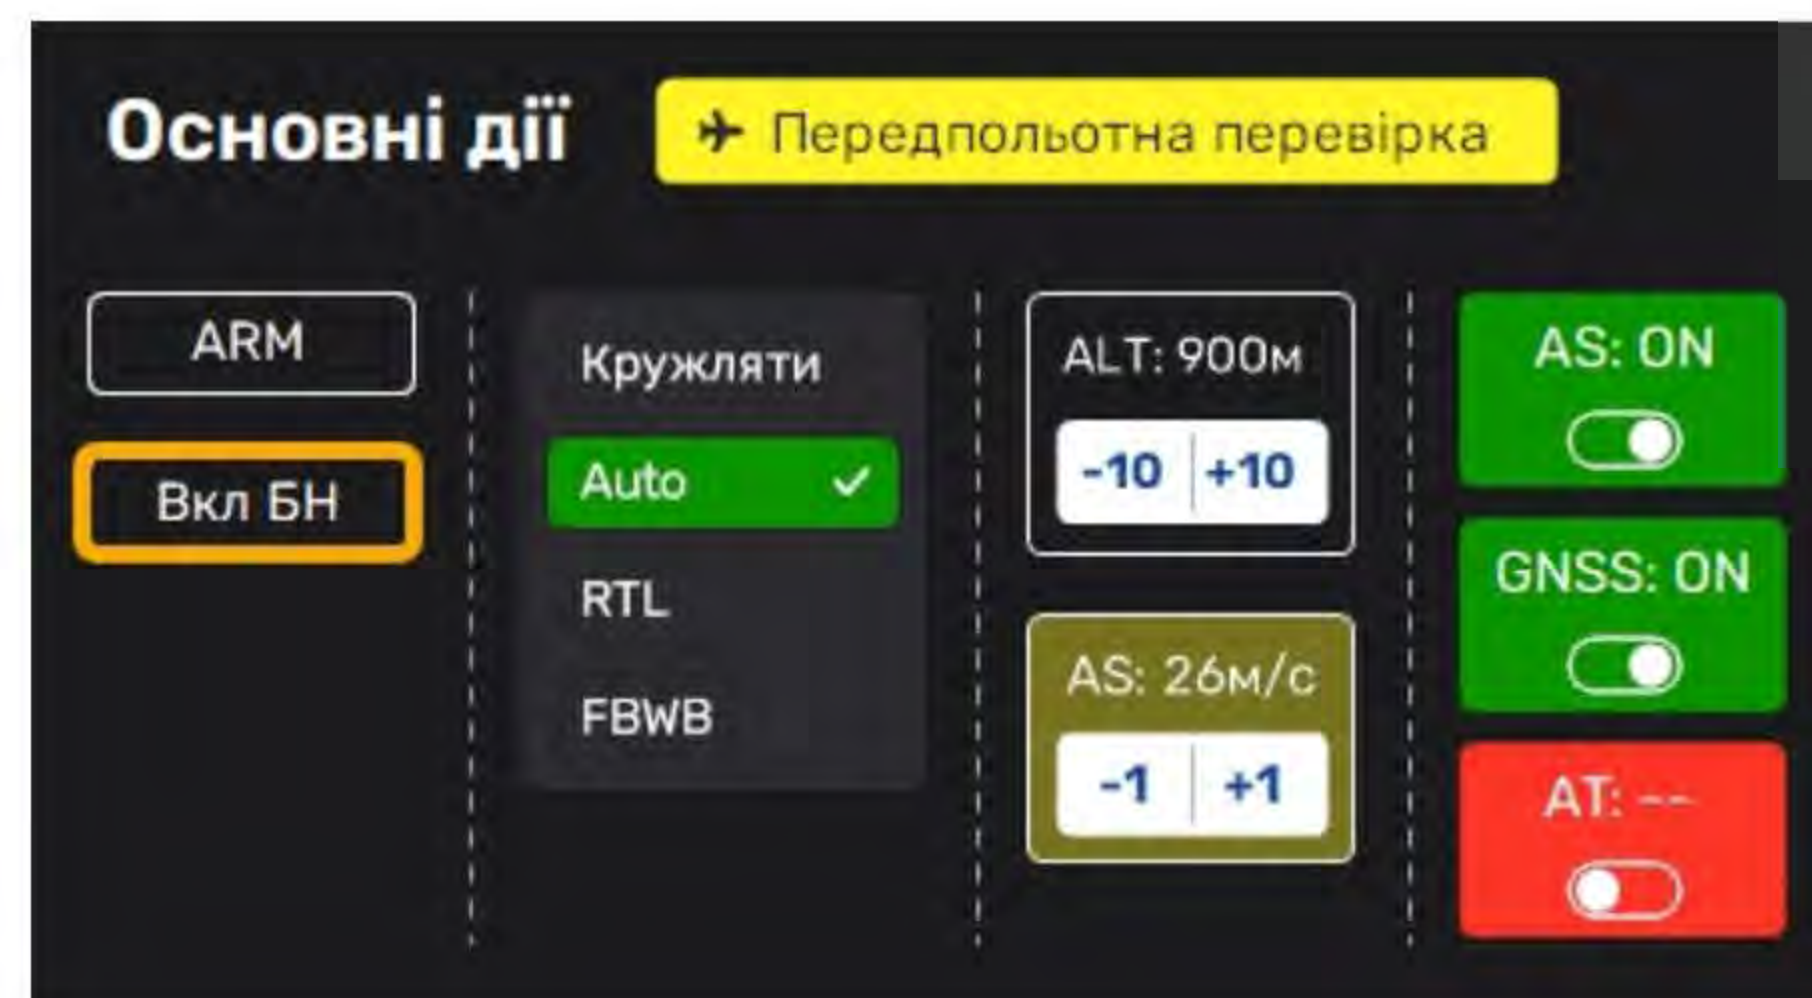

Рис. 3 Внешний вид кнопки "Вкл БН"
5.2.1.5 Когда отсчет таймера закончился и экипаж добрался до безопасного места, оператор БпЛА нажимает кнопку "Вкл БН" в меню "Основные действия" ПО "UAV CC" (Рис. 3) (см. КО ПО "UAV CC", подраздел 1.3, пункт 3), после чего зеленый светодиод БпЛА начнет быстро мигать, что свидетельствует о проведении